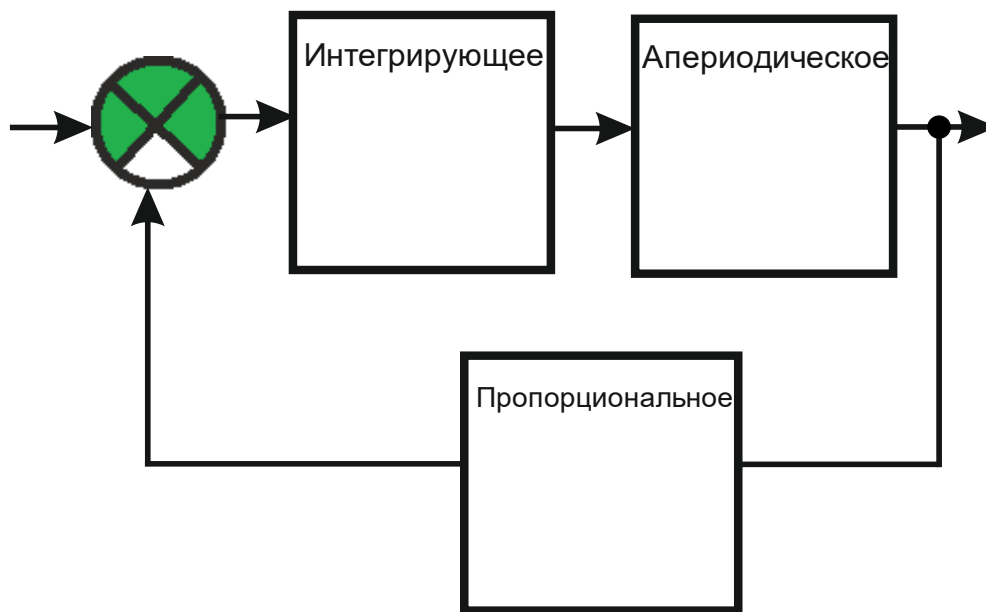

Рисунок 17. Встречно – параллельное соединение звеньев (структурная схема)
4. Изучите схему эксперимента, представленную на рис. 16, рис. 17.